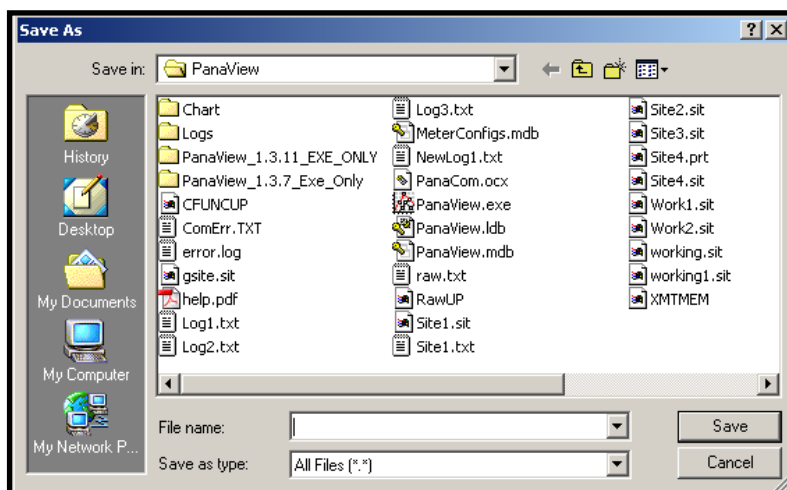

Рисунок 13. Запись массива данных сигналов в файл
- Если пользователь выберет команду *To File (В файл)*, дважды щелкнув соответствующую вкладку, то на экране появится окно, сходное с показанным на илл. на рис. 13. После ввода имени файла щелкните команду [Save] (Сохранить). Программа PanaView запишет массив данных в файл системы Windows и закроет окно *Calibration/Test (Калибровка/проверка)*.
- Если пользователь выберет команду *To File* (В файл), дважды щелкнув соответствующую вкладку, то на экране появится окно *Save As* (Сохранить как), сходное с показанным на иллюстрации рис. 13 на стр. 51. После ввода имени файла щелкните команду [Save] (Сохранить). Программа PanaView запишет массив данных в файл системы Windows и закроет окно *Calibration/Test* (Калибровка/проверка).